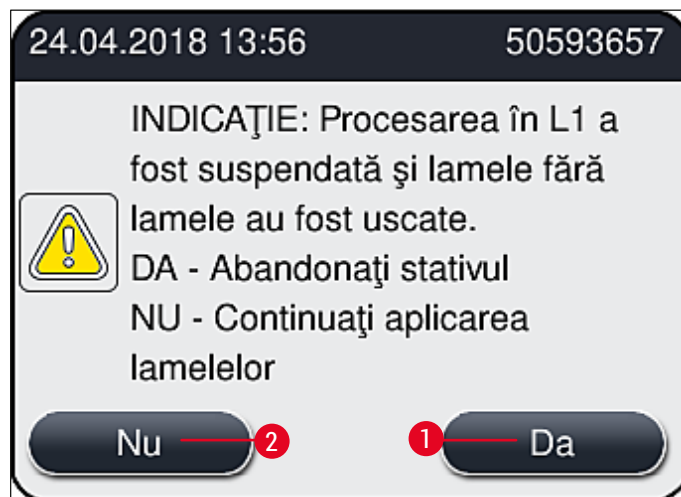

Fig. 112
9. Instrumentul realizează o scanare a nivelului de umplere. Utilizatorul primește un mesaj de informare la finalizarea verificării (→ Fig. 112).